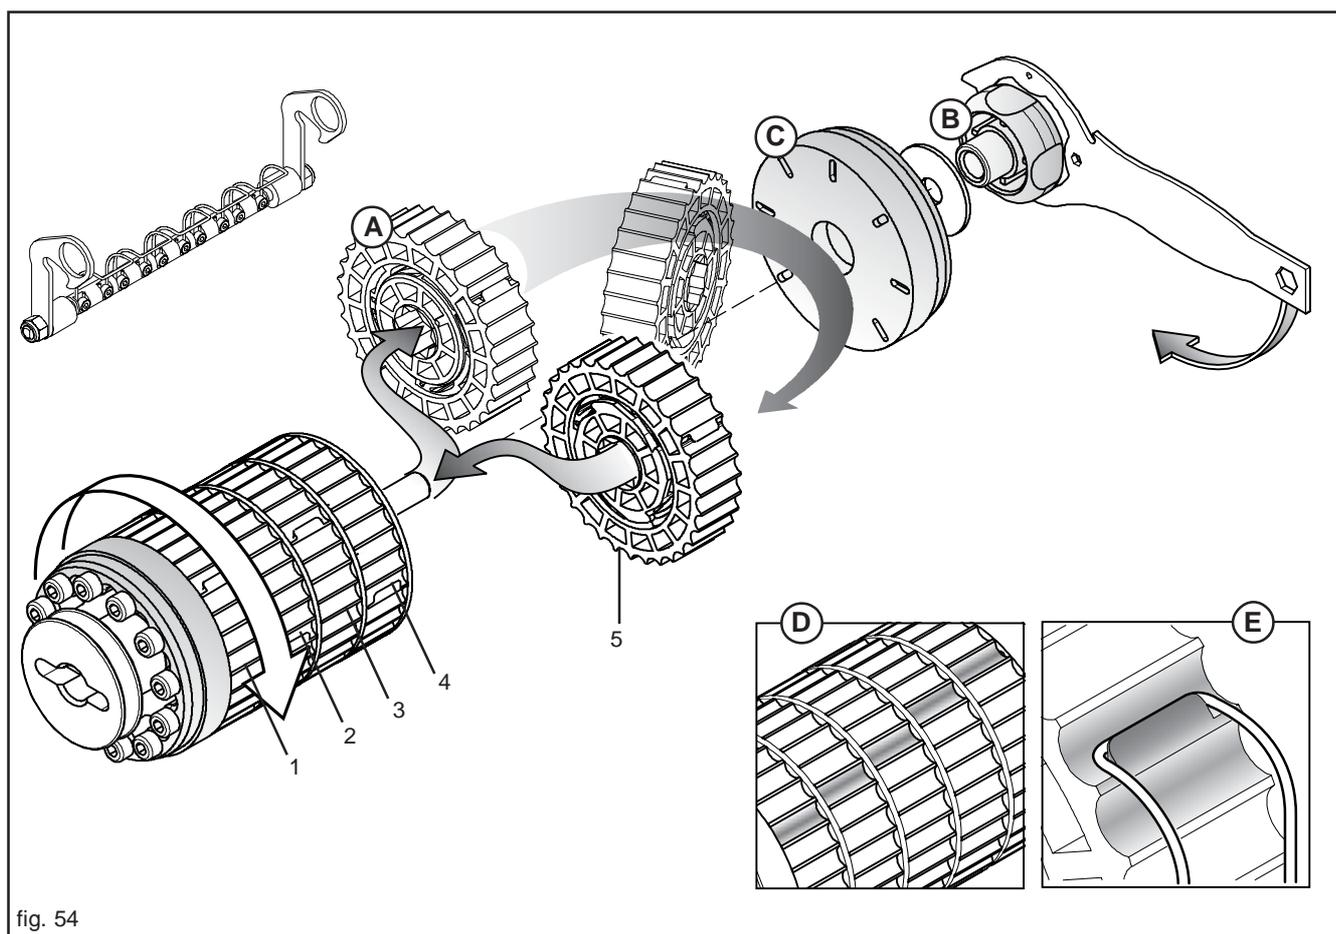

fig. 54
Vorausgesetzt, dass jedes Element (A, Abb. 54) 20% der gesamten Dosierrolle verteilt, können die arbeitenden Elemente reduziert werden, um die Drehgeschwindigkeit des Getriebes zu erhöhen und um dadurch eine gleichmäßigere Produktstreuung zu erhalten.
Nach dem Abbau der Dosierrolle von dem Gerät ist der Kugelgriff (B, Abb. 54) mit dem beigegebenen Schraubenschlüssel abzuschrauben und dann ist die Feststellnutmutter (C) zu entfernen. Das auszuschließende Element oder die auszuschließenden Elemente abziehen und um 180° gedreht wieder anbringen, **wobei die korrekte Position der einzelnen Elemente einzuhalten ist** (1-2-3-4-5, Abb. 54).
Beim Anbringen der Elemente ist derart vorzugehen, dass die Kehlen der aktiven Elemente bei der Arbeit zueinander verschoben sind (D, Abb. 54), um eine kontinuierliche Streuung zu gewährleisten.
Das Reinigungselement (E, Abb. 54) befestigen und sicherstellen, dass die Federn an den entsprechenden, zuvor umgedrehten Elementen (E, Abb. 54) befestigt sind, um deren Drehung und folglich die Streuung zu verhindern.